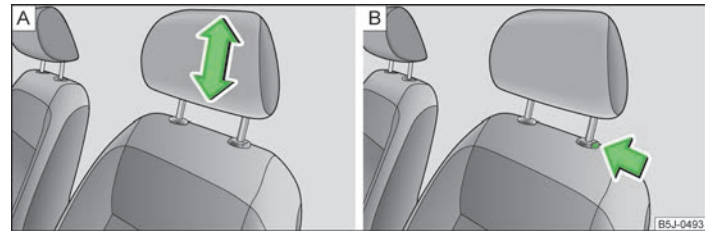

Fig. 40 Tetiera: Reglarea / demontarea
- Prindeți tetiera din lateral, cu ambele mâini și mișcați-o în sus, după dorință » [fig. 40 - \[A\]](#).
- Dacă doriți să împingeți tetiera în jos, trebuie să apăsați tasta de siguranță » [fig. 40 - \[B\]](#) cu o mână și să o mențineți apăsată, iar cu cealaltă mână să apăsați tetiera în jos.
- Apăsați tasta de siguranță în sensul săgeții » [fig. 40 - \[B\]](#) și trageți afară tetiera.